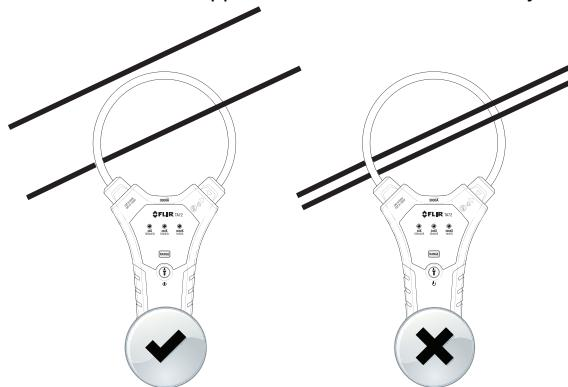

Fig. 5-3 Alleen rond één geleider klemmen
6. Sluit de te testen geleider volledig in met de flexibele klemsonde (zie Fig. 5-3). Meet geen stroom die hoger